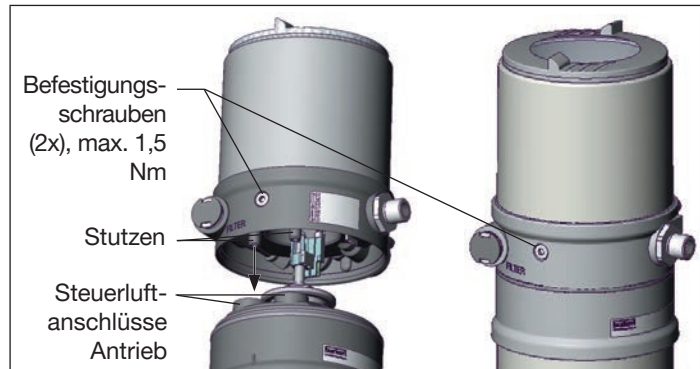

Bild 13: Montage Ansteuerung
2. die Stützen der Ansteuerung in die Steuerluftanschlüsse des Antriebs (siehe „Bild 13“) hineinfinden.